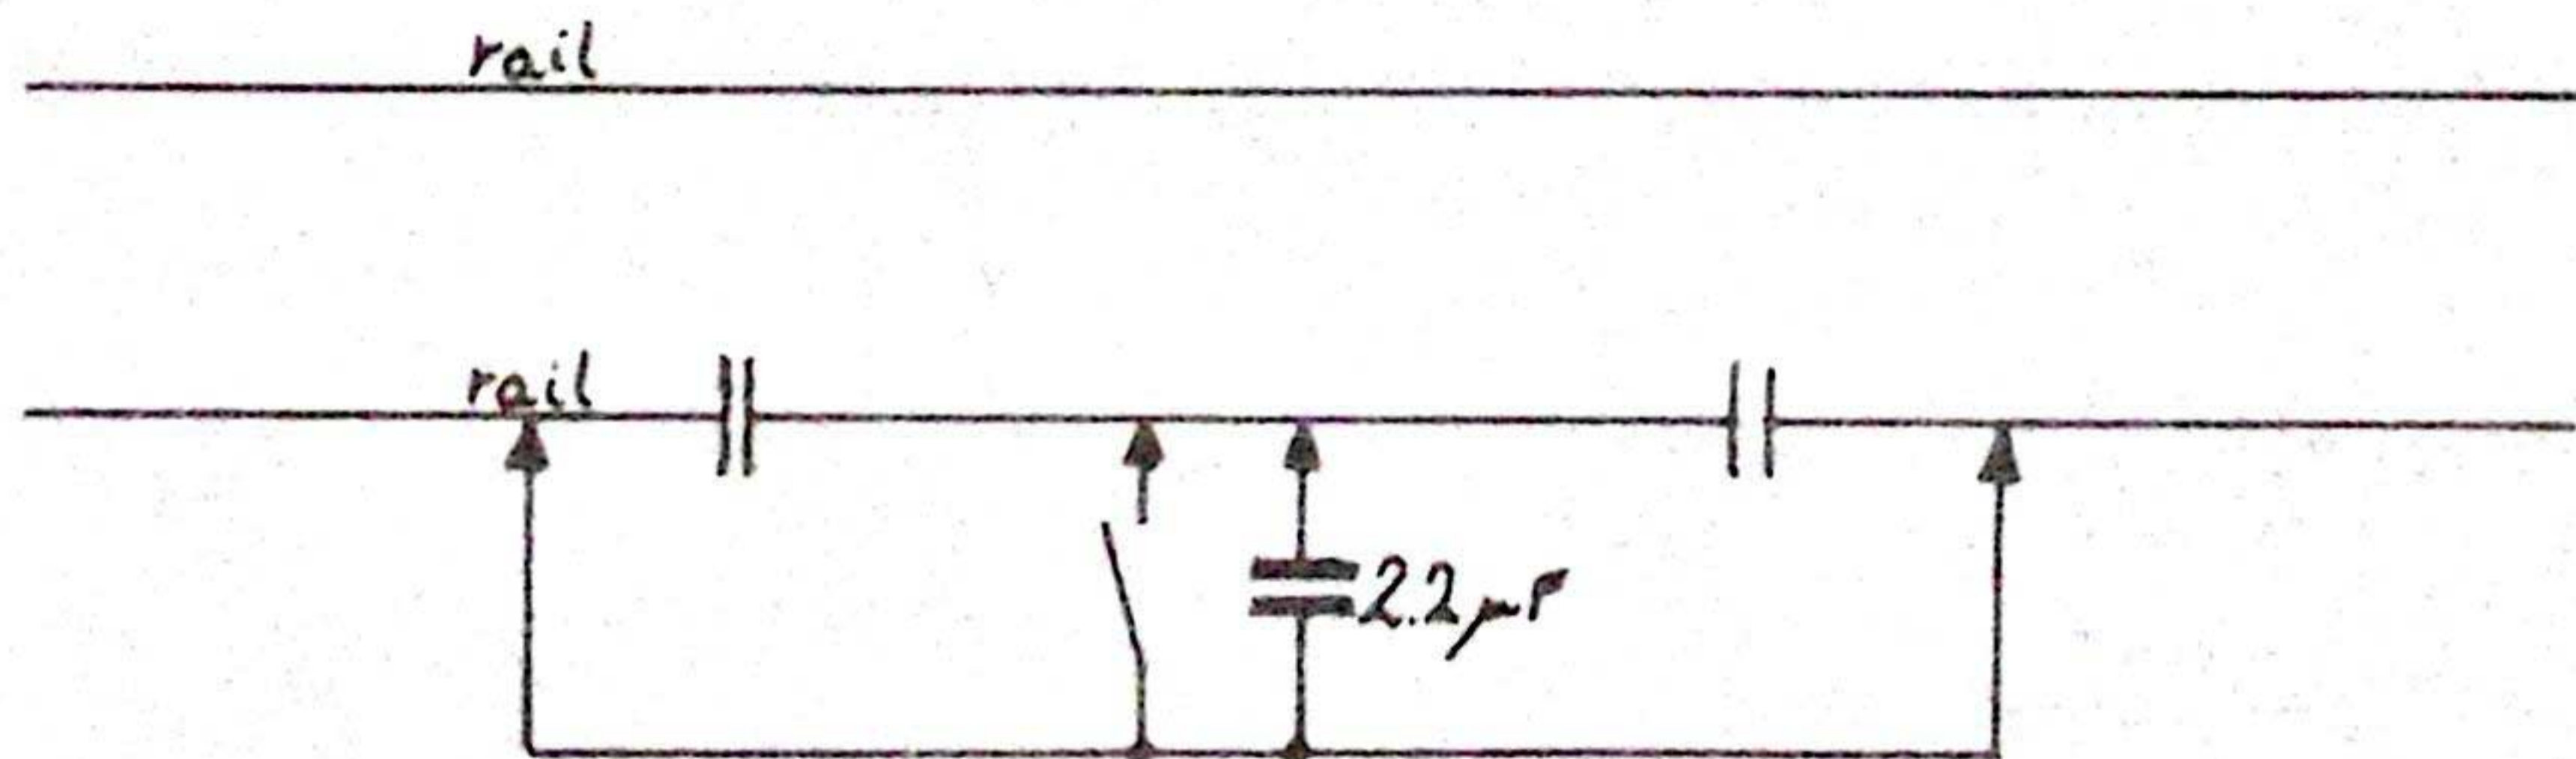

Fig 6.
-Pour terminer je vous signale une petite astuce qui permet de conserver l'éclairage complet d'une rame voyageur immobilisée sur une section d'arrêt (ou celui d'une HLR sur une gare de triage), shuntez le contact qui ouvre le circuit par une capacité d'environ  $2,2\mu F$ , voyez la fig 6.